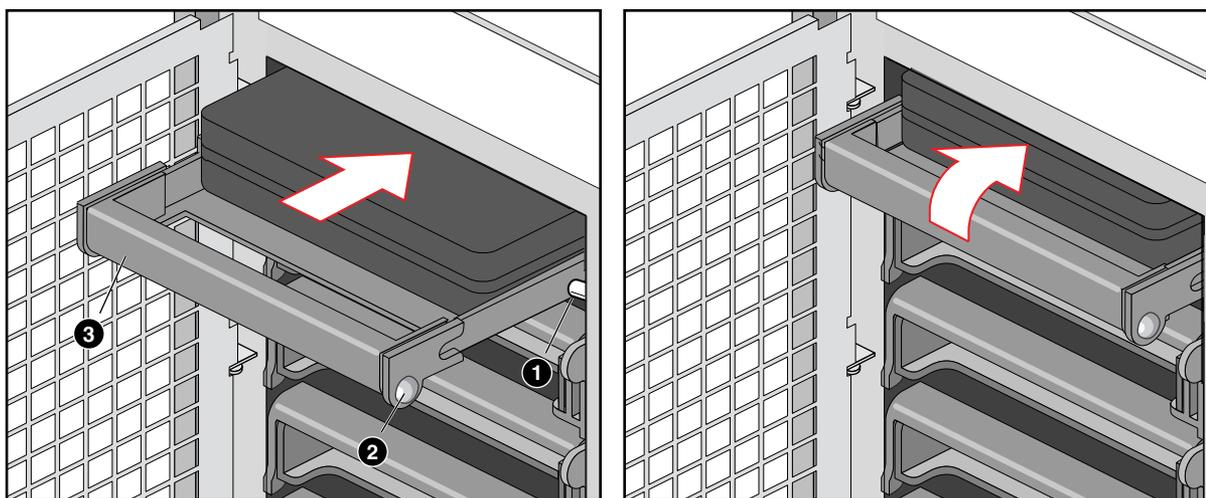

Figura 5-3 Installazione di una nuova unità
9. Spingere delicatamente la nuova unità nello scomparto. Affinché il fermo scatti in posizione, l'impugnatura della slitta deve essere inclinata di circa 45° rispetto all'asse verticale del telaio. Quando si spinge l'unità nello scomparto, le due tacche arrotondate dell'impugnatura della slitta scivolano sugli appositi incastri all'interno dello scomparto (Figura 5-3). Quando si trovano nella giusta posizione, spingere l'impugnatura verso l'alto per bloccarli e premere verso sinistra la linguetta arrotondata sulla destra della slitta in modo che si sposti dall'estremità dello scomparto e si blocchi in posizione di fermo.